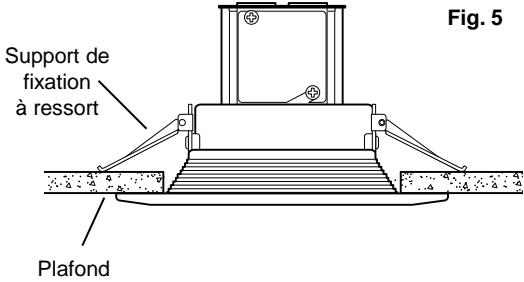

Fig. 5
- Continuez d'insérer le luminaire encastré dans l'ouverture, tout en maintenant la pression sur les supports de fixation à ressort. Lorsque ces derniers atteignent les bords de l'ouverture, relâchez-les et enfoncez le luminaire encastré jusqu'à ce que les deux supports se referment sur la cloison du plafond. (Fig. 5)